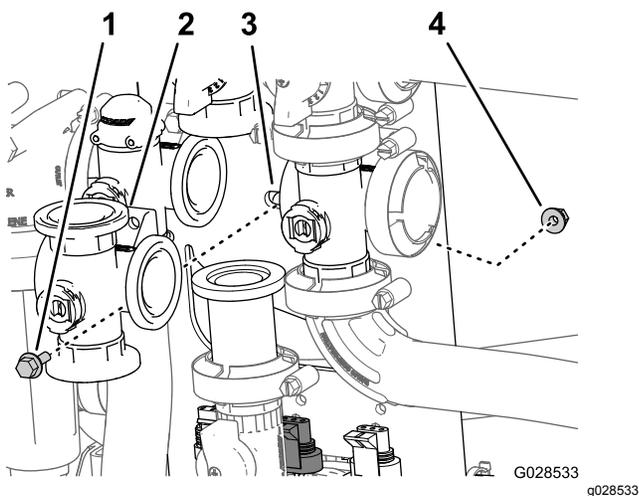

Рисунок 91
2. Отверните болт с фланцевой головкой и фланцевую контргайку, которые крепят клапан перемешивания к его опоре крепления, и снимите коллектор клапана с машины (Рисунок 91).